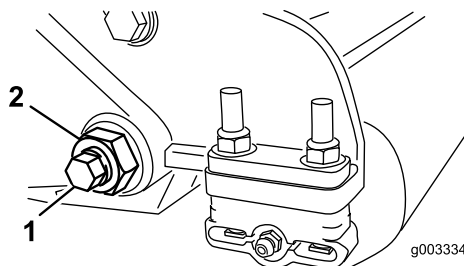

Figura 25
3. En cada lado de la máquina, afloje la contratuerca que fija el perno de la barra de asiento (Figura 25).
4. Retire cada perno de la barra de asiento, para poder tirar de la barra hacia abajo y retirarla de la máquina (Figura 25).